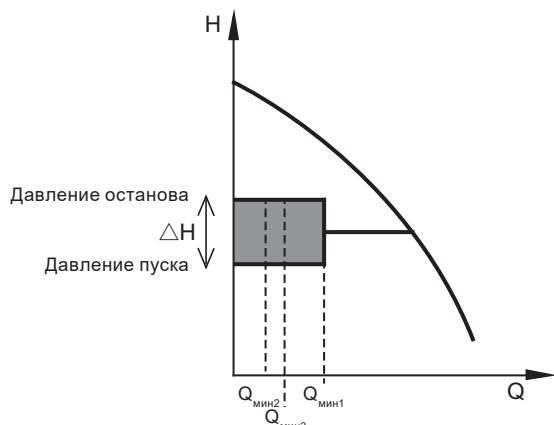

Рис. 50 Разница между значениями давления пуска и останова (ΔH) и минимальным расходом
- Энергоэффективный режим: Насос автоматически регулирует параметры для функции останова, чтобы снизить потребление энергии при работе в режиме старт/стоп. В таком случае функция останова использует заводские значения минимального расхода ($Q_{\text{мин1}}$) и другие внутренние параметры. См. рис. 50.
- Комфортный режим: Насос автоматически регулирует параметры для функции останова так, чтобы уменьшить неудобства при работе в режиме старт/стоп. В таком случае функция останова использует заводские значения минимального расхода ($Q_{\text{мин2}}$) и другие внутренние параметры. См. рис. 50.
- Пользовательский режим (Настраиваемый рабочий режим): Насос будет использовать для функции останова параметры ΔH и $Q_{\text{мин3}}$. См. рис. 50.
При работе в режиме **старт/стоп** давление будет варьироваться между показателями давления пуска и останова. См. рис. 50.